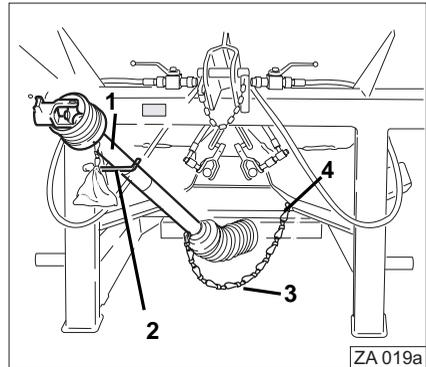

Fig. 17
- Introduisez la deuxième moitié (Fig. 17/1) de la transmission et accrochez-la à son support (Fig. 17/2).
- Accrochez la chaînette (Fig. 17/3) du tube protecteur à l'anneau (Fig. 17/4) prévu à cet effet.